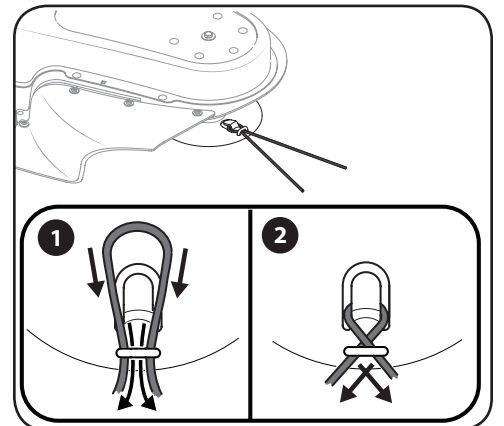

Figura 4-2
4. Cruce los extremos del hilo y tire fuerte para asegurar el hilo de recorte en su lugar. Consulte la Figura 4-2.